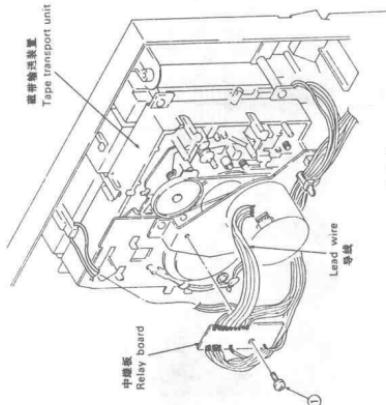

图 3-5
1. 拆去马达电源线 (见图 3-5)。
2. 拆去前盖板①并脚开中继板。